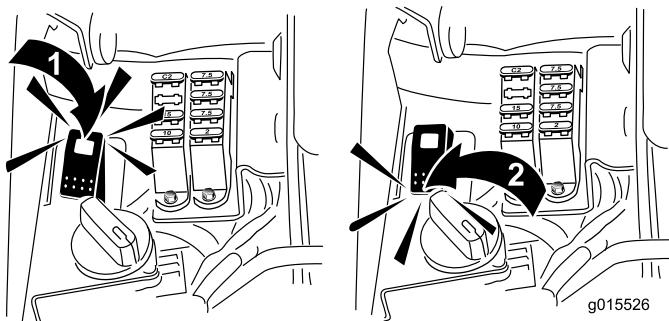

Figura 53
- Ruotate l'interruttore lappatura in posizione indietro (R) (Figura 53).